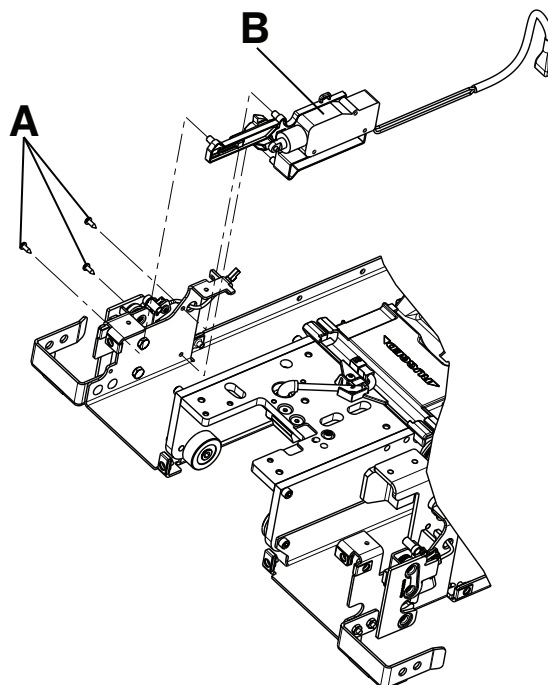

Figure 17 – Ensemble d'actionneur du chariot
2. À l'aide d'une clé Torx T20, retirer les trois vis delta (A) qui fixent l'actionneur du chariot (B) au châssis du chariot (Figure 17). Conserver les vis.